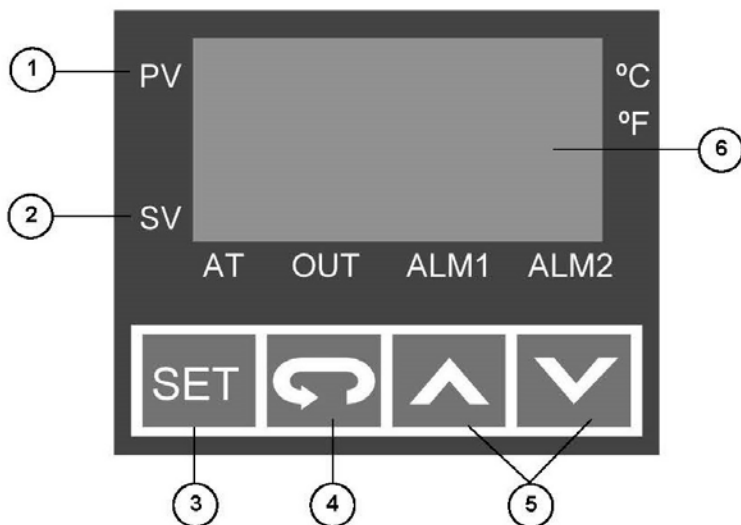

Figura 10-1
3. Para cambiar el valor de ajuste de temperatura "SV", presione las flechas ARRIBA o ABAJO (Figura 10-1, Elemento 5).
5. Utilice las flechas ARRIBA o ABAJO (Figura 10-1, Ítem 5) para cambiar el número al valor deseado (mantener presionados los botones continuamente resultará en un cambio rápido del valor).
6. Una vez que se establece el valor deseado, presione la tecla set (Figura 10-1, Ítem 3) para guardar los cambios y los números volverán a los números normales NO INTERMITENTES.